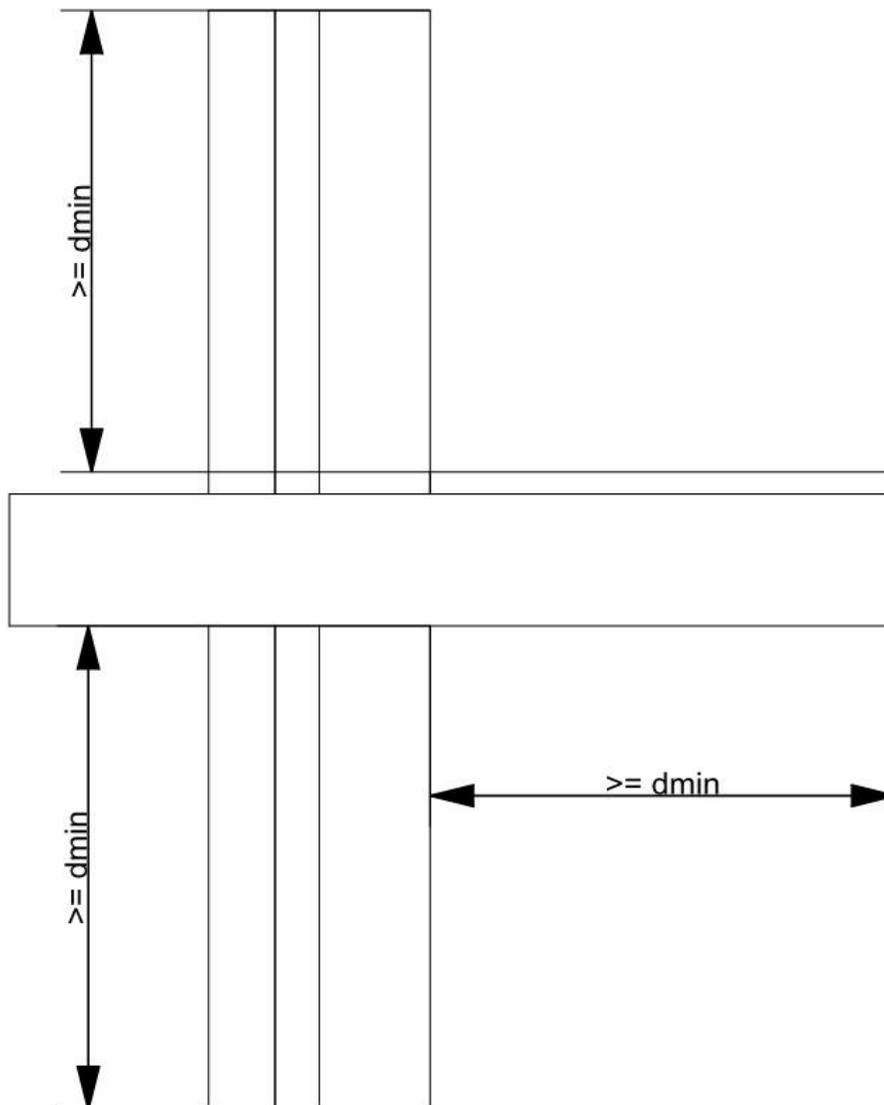

Abbildung 1: Anordnung der Schnittebenen mindestens d_{\min} (Mindestdicke) vom zentralen Element (EN ISO 10211)
- im Abstand von mindestens d_{\min} vom zentralen Element, falls keine nähere Symmetrieebene vorhanden ist (siehe Abbildung1), wobei $d_{\min} \geq 1$ m oder das Dreifache der Dicke des flankierenden Bauteils ist, je nachdem, welches der größere Wert ist.
Wärmebrücken nennt man Bereiche, in dem die Wärmeströme sich deutlich von dem „ungestörten“ Bereich unterscheiden. Deshalb ist ein genügend großer Bereich zur Wärmebrückenberechnung abzubilden, um auch die gesamte Wärmebrücke zu erfassen. Als Empfehlung sind ca. 1 m große Elemente, wie in Abb.1 gezeigt, darzustellen. Bei symmetrischen Konstruktionen, wie z.B. Rahmenholz und Gefach, reicht es, den symmetrischen Bereich abzubilden, der auch die 1 m Begrenzung unterschreiten kann (Abbildung 2).